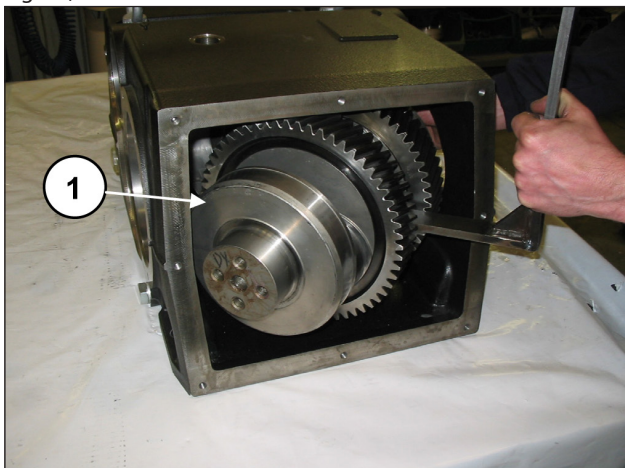

Fig. 39
Retire o eixo de manivela da parte posterior do carter (pos. ①, Fig. 39).